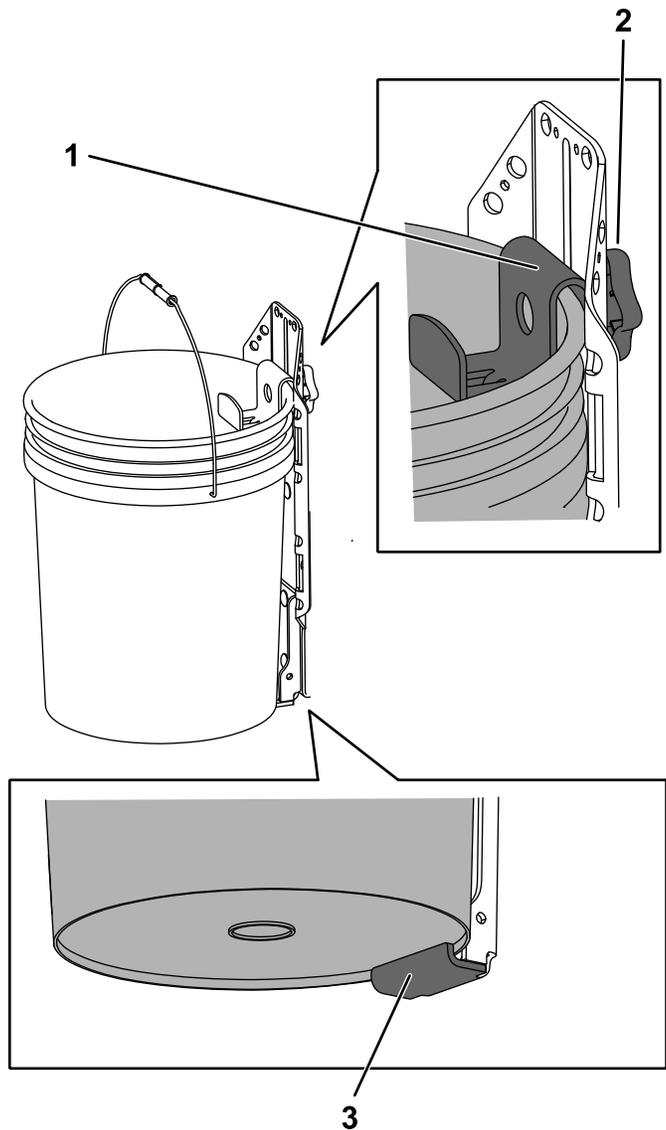

Figura 7
1. Afloje el pomo y suba el soporte superior. Apriete el pomo para sujetarlo (Figura 7).
2. Coloque el borde inferior del cubo sobre la pestaña inferior del soporte soldado (Figura 7).
3. Afloje el pomo y baje el soporte superior todo lo posible sobre el borde del cubo. Apriete el pomo (Figura 7).